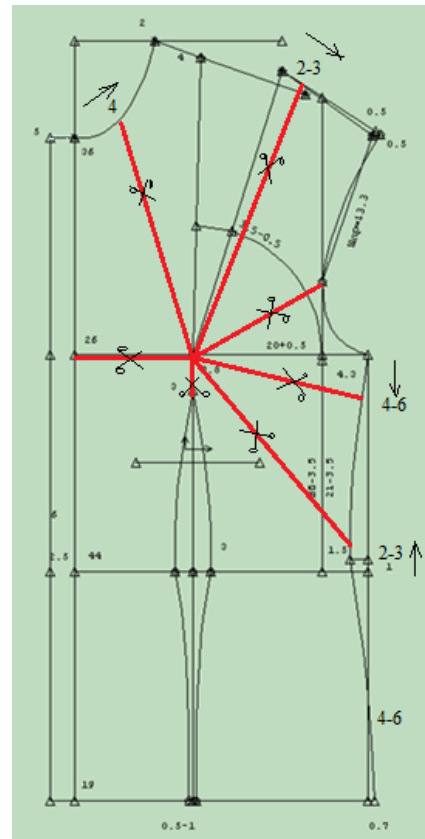

Рис. 2
2. Нанесіть на креслення кольоровою ручкою місця переведення нагрудної виточки до різних зрізів та покажіть на лініях ножиці лезами до центру (як показано на рис.2).